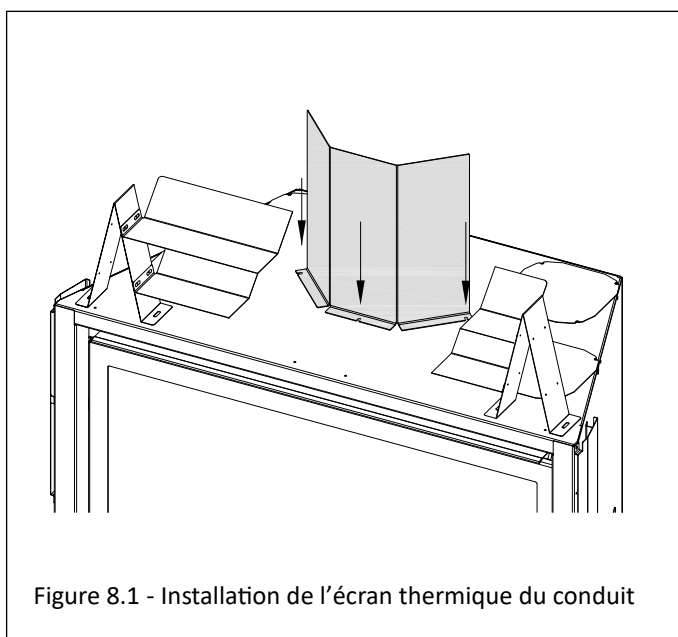

Figure 8.1 - Installation de l'écran thermique du conduit
- L'écran thermique de conduit d'évacuation (fourni) doit être installé pour toute configuration du conduit d'évacuation. Voir la Figure 8.1. Dans cette figure, l'écran thermique de la bordure de dégagement supérieure est partiellement coupé, pour mieux montrer l'écran thermique du conduit d'évacuation.